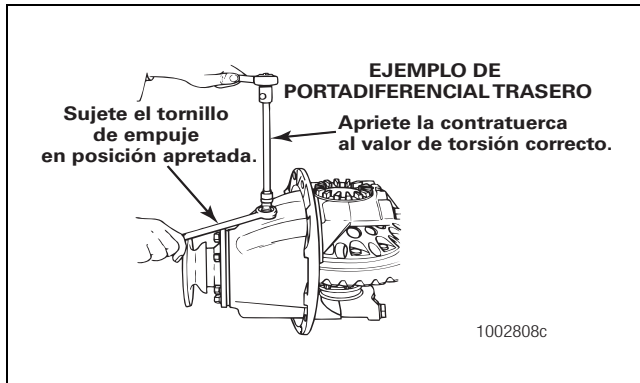

Figura 5.79
5. Apriete la contratuerca, si así está equipada, al valor de torsión correcto contra el portadiferencial. Consulte la Sección 8. Figura 5.79.